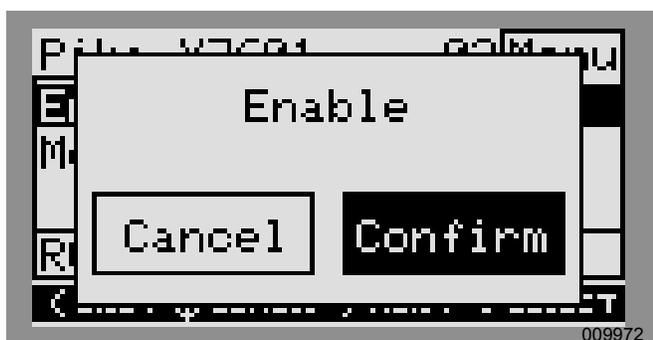

Figure 3-10. Activer et désactiver des dispositifs (3 sur 3)
5. Voir **Figure 3-10**. Appuyer sur la flèche droite puis sur la touche centrale pour confirmer.